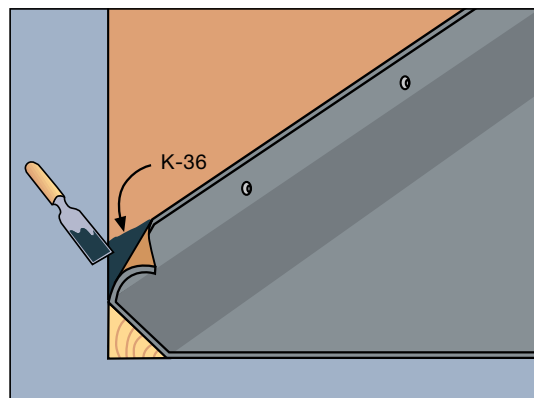

Bild 6
- I uppdragen ska underlaget dras upp minst 50 mm från takytan och vid behov spikas och/eller limmas i uppdraget (bild 6).